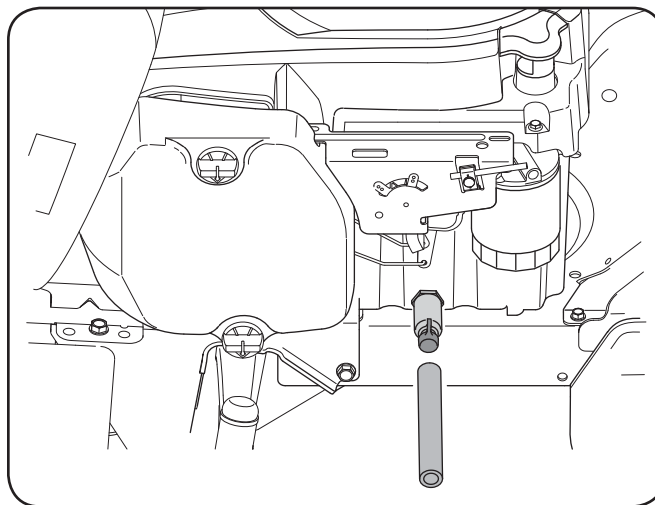

Figure 6-2
3. Soulevez le capuchon de protection à l'extrémité de la soupape de vidange de l'huile pour exposer l'orifice de vidange. Voir la Figure 6-2.